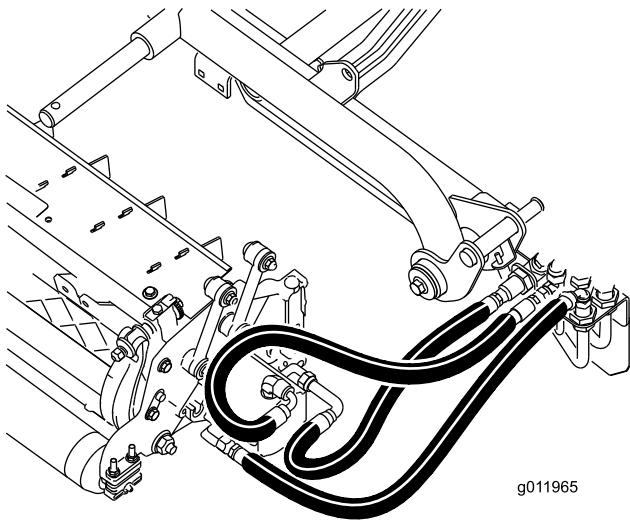

Figure 21
**Important:** Vérifiez que les flexibles ne sont ni tordus ni pliés à angle droit et que les flexibles de l'unité de coupe arrière sont acheminés comme montré (Figure 21). Levez les unités de coupe et déportez-les à gauche (modèle 03171). Les flexibles de l'unité de coupe arrière ne doivent pas être en contact avec le support du câble de traction. Repositionnez les raccords et/ou les flexibles, le cas échéant.